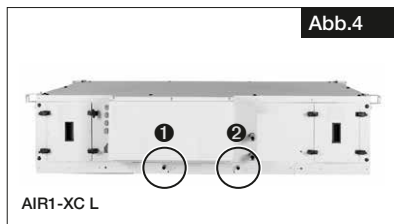

Abb.4
- Die Montageorte der Kondensatpumpe sind in der folgenden Abbildung zu sehen (das AIR1-Gerät verfügt über zwei Kondensatauslässe für die ① Fortluftseite (Winter) und die ② Zuluftseite (Sommer), s. Abb.4, Abb.5).
Die Kondensatpumpe ist standardmäßig für die Verwendung bei AIR1-XC L an der ① Fortluftseite (Winter) montiert (s. Abb.4) bzw. bei AIR1-XC R an der ② Zuluftseite montiert (s. Abb.5). Wird die Kondensatpumpe für die jeweils andere Seite verwendet, müssen die markierten Schrauben gelöst und die Bestandteile entsprechend Abb.7 neu montiert werden. Bei der Befestigung können die Kunststoffunterlage und das doppelseitige Kleband (im Lieferumfang enthalten) helfen.